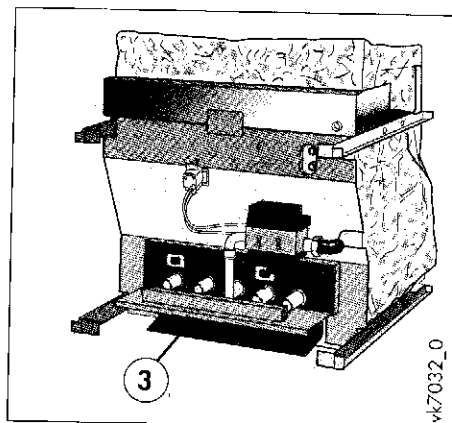

Рис. 15.2.9 Установка поддона
- Тщательно очистите газоходы теплообменника (1) щёткой для чистки (2).
- Вытащите поддон (3), очистите его и установите на место. (Рис. 15.2.9)(Зак. №. 99-0297)